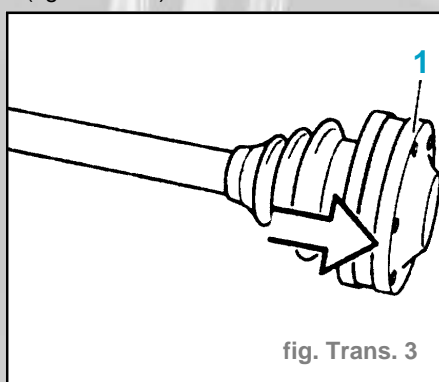

fig. Trans. 3
- Chasser le couvercle d'étanchéité (1) (fig. Trans. 3).